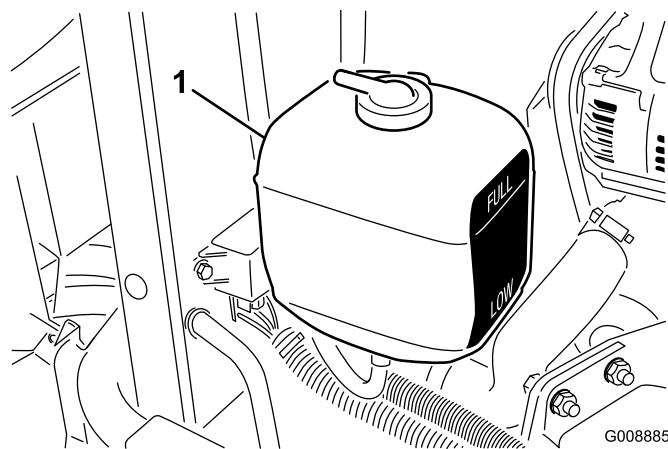

図 29
1. 補助タンクの冷却水量を点検する(図 29)。エンジンが冷えた状態で、タンク側面についている本の線の間であれば適切である。